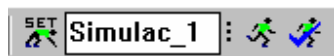

Figura 24: Asignación del nombre de la simulación: *Simulac_1*.
1. Haga clic sobre el campo editable de la Barra de Herramientas Principal para dar nombre a la simulación, por ejemplo *Simulac_1* (véase la Figura 24).